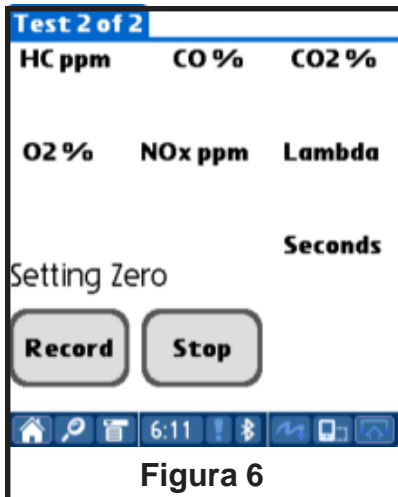

Figura 6
- b. **Programa a cero:** Seleccione la opción “Set Zero” (Ver la figura 6).